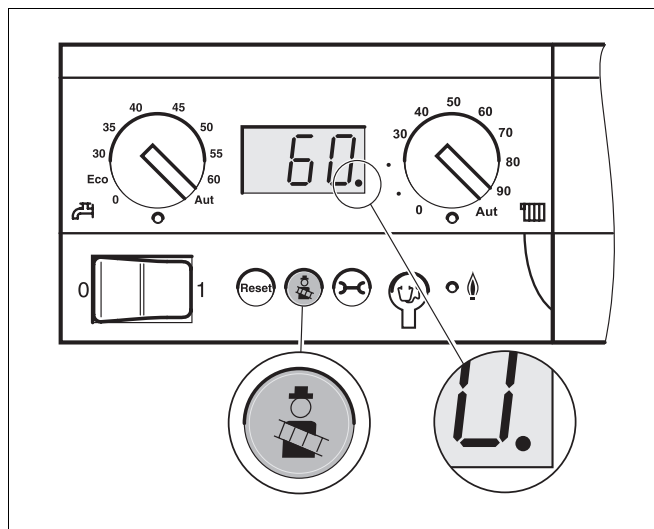

Bild 11 Handbetrieb einschalten
- ▶ Drücken Sie die Taste „Abgastest“ (Bild 11) länger als 5 Sekunden, bis der Dezimalpunkt im Display blinkt.